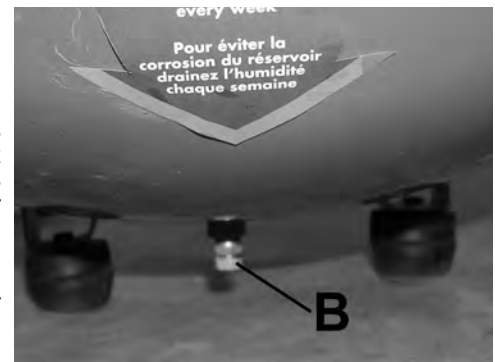

FIGURE 4
SOUPAPE DE VIDANGER (B) FIG. 4: La soupape de vidanger est située sous le réservoir d'air et sert à vider la condensation au terme de chaque usage.
- C. Tournez la soupape de vidange (B) Fig. 4, l'ouvrant entièrement, pour empêcher l'accumulation de pression d'air dans le réservoir.
5. Videz l'eau du réservoir. Tournez la soupape de vidange (B) Fig. 4, pour l'ouvrir.